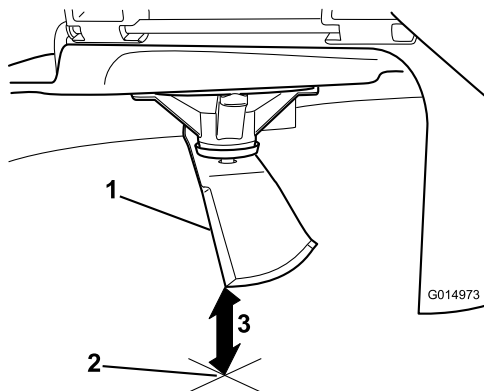

Figura 77
3. Mida desde la punta de la cuchilla hasta la superficie plana (**Figura 77**).